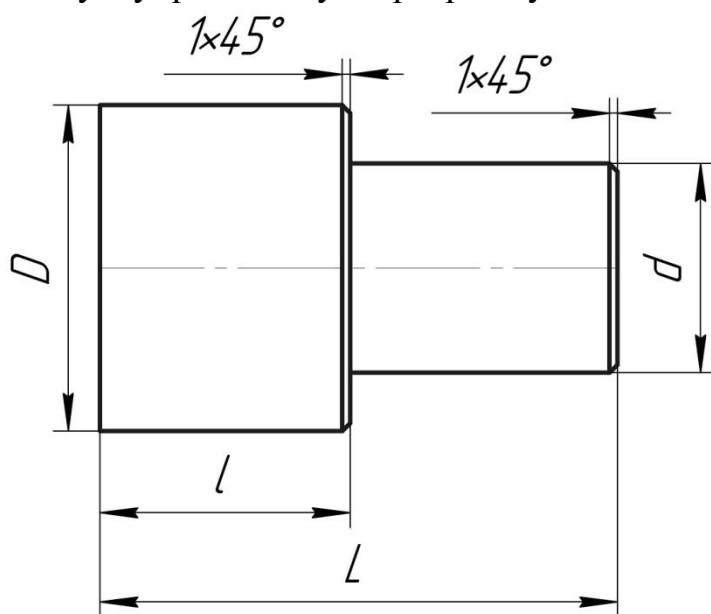

Рисунок 1 – Вал
1. Разработать последовательность обработки заготовки для получения детали (рисунок 1), по вариантам (таблица 1), выбрать режущий инструмент, металлообрабатывающее оборудование.
2. Разработать технологический процесс изготовления детали (рисунок 1), по вариантам (таблица 1), оформить технологическую документацию: маршрутную карту (МК), операционную карту (ОК).
5. Разработать управляющую программу для обработки детали (рисунок 1), по вариантам (таблица 1) на токарном станке с ЧПУ. Отработать разработанную управляющую программу на токарном станке с ЧПУ.